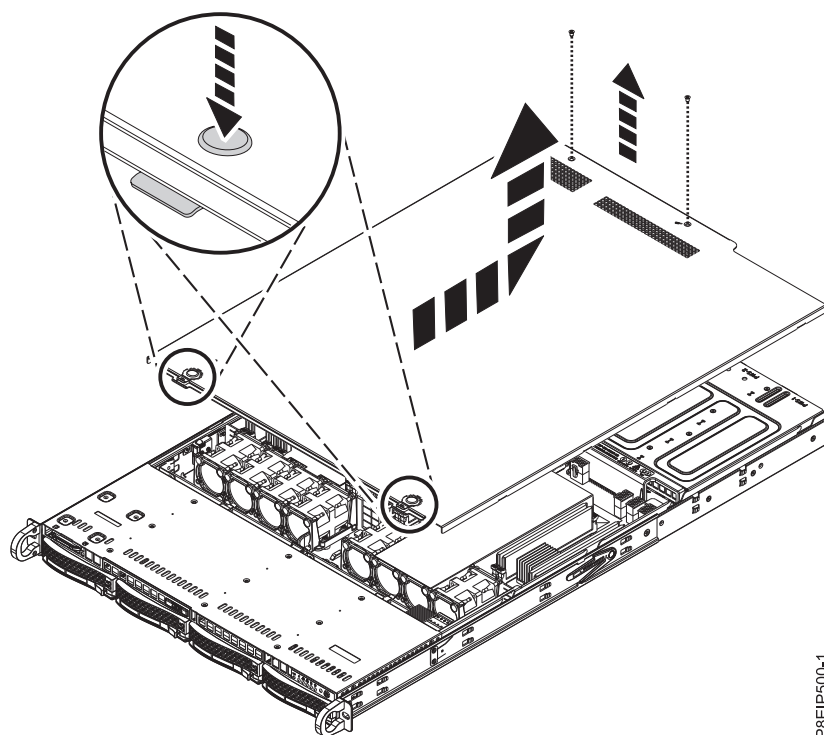

Figure 57. Déverrouillage et ouverture du capot
2. Retirez les deux vis du capot (1) situées à l'arrière.
3. Appuyez sur les deux boutons situés sur le dessus du couvercle (2) pour déverrouiller les loquets, comme indiqué dans la figure 57 et poussez le capot d'environ 0,5 pouces (1 cm) jusqu'à la butée. Si vous ne parvenez pas à appuyer sur les boutons, ôtez partiellement les unités se trouvant sous les boutons.